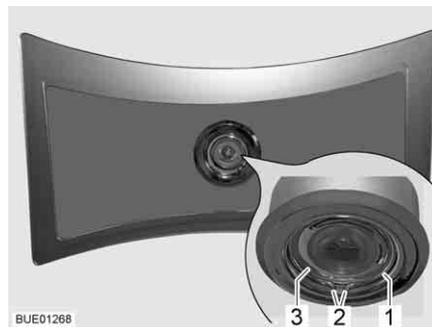

Fig. 200 Lámpara de techo
- Comprimir el pestillo con muelle (Fig. 200,1) por ambos extremos (Fig. 200,2) y retirarlo.
- Sacar la carcasa (Fig. 200,3) con LED de la lámpara.